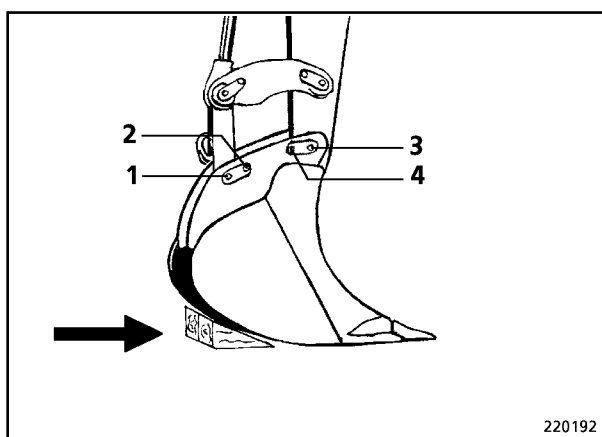

Fig. 1
- Apoyar la cuchara hacia abajo (flecha, Fig. 1). En caso contrario puede tumbarse cuando los pernos están retirados.